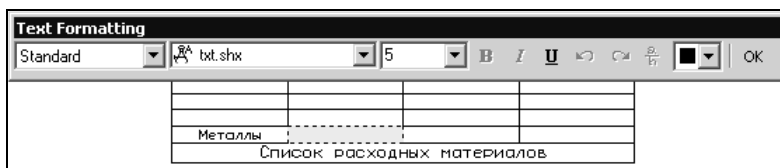

Рис. 14.27. Заполнение ячеек таблицы текстом
4. Щелкните на кнопке **OK** и укажите после выхода программы в графическую зону чертежа точку вставки таблицы. Теперь можно заполнять ячейки таблицы, переходя от одной ячейки к другой при помощи клавиши <Tab> на клавиатуре (рис. 14.27).